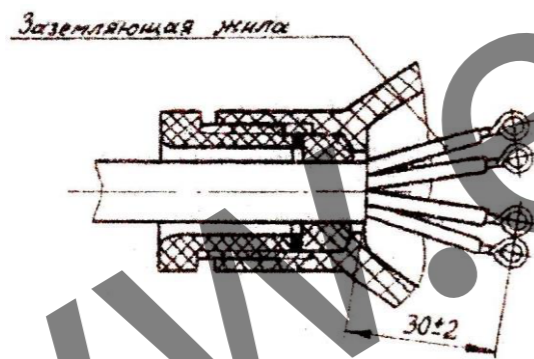

Рис.2
- разделять концы кабеля (см. рисунок 2);